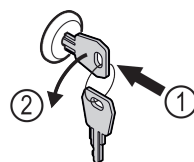

Fig. 183
- ▶ Вставьте ключ. Fig. 183 (1)
- ▶ Поверните ключ на 90° против часовой стрелки. Fig. 183 (2)